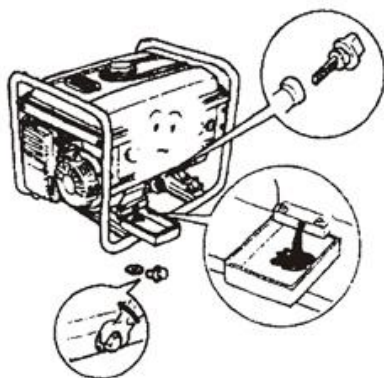

Рис. 37
8.1.1 Відкрутіть і витягніть масляний щуп (Рис. 37).